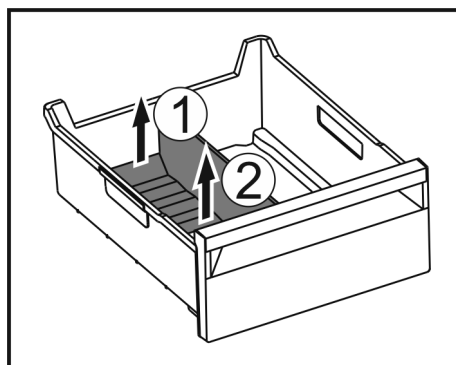

Fig. 175
- ▶ Ridicați partea posterioară a separatorului pentru compartimentul de gheață. Fig. 175 (1)
- ▶ Scoateți separatorul pentru compartimentul de gheață în sus. Fig. 175 (2)